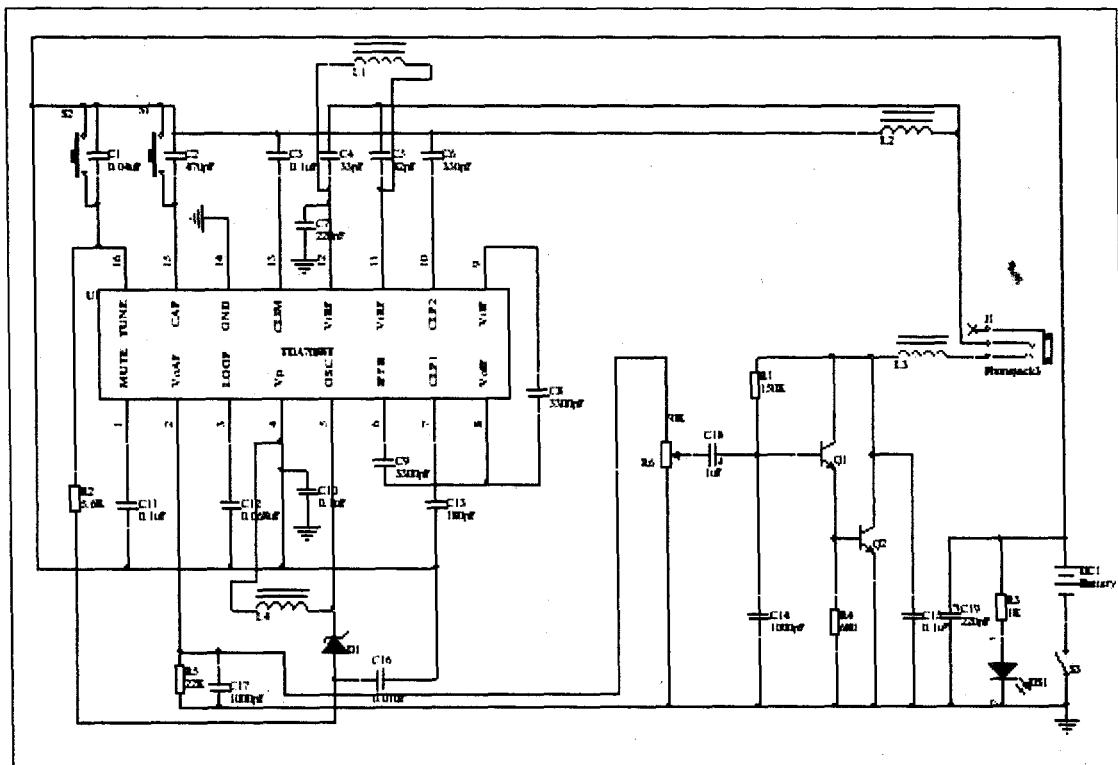

图 1-1 Protel DXP 原理图设计实例
- (1) 原理图（Schematics）设计系统：主要用于电路原理图的设计绘制，为印制电路板的制作做准备工作。图 1-1 所示就是一个 Protel DXP 原理图设计实例。